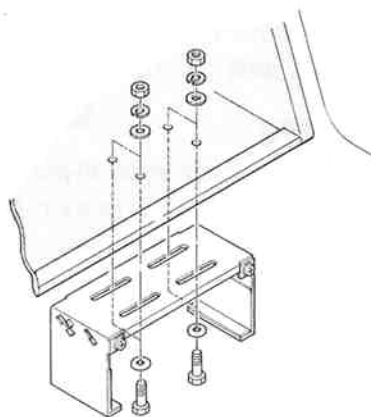

図2
① 5mm の六角ボルトを使用する場合は 5.2～5.5mm、また 5mm のタッピングビスを使用する場合は 4.0～4.3mm の穴をドリルであけてください。
② 5mm の六角ボルトを使用する場合は、図2のように六角ボルトに平ワッシャーを通し、ブラケット側（車内）から車体内装にあけた穴を通して、内装裏側より平ワッシャー、スプリングワッシャーの順に通し、六角ナットで固定します。（六角ボルト4本を固定します。）